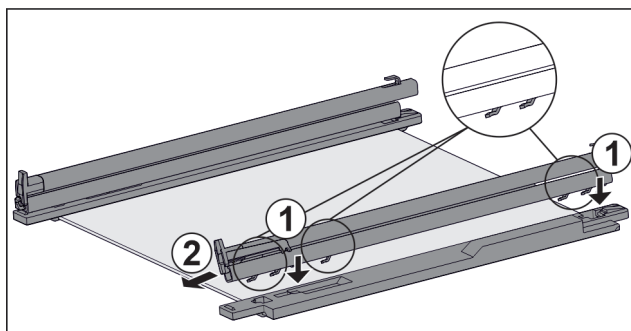

Fig. 138 Стекла́нная пластина с направляющими и крепежными элементами
- ▶ Поместите крючки направляющей в отверстия **левого** крепежного элемента. Fig. 138 (1)
- ▶ Потяните направляющую вперед. Fig. 138 (2)
- ▶ Поместите крючки направляющей в отверстия **правого** крепежного элемента. Fig. 138 (1)